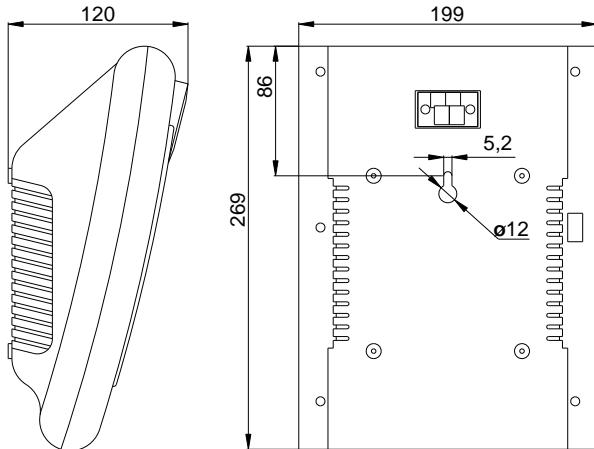

Рис.1 Внешний вид и габаритные размеры корпуса оповещателя
Габаритные размеры, мм	см.рисунок 1
- согласно установочным размерам (см. рисунок 1) просверлить в стене отверстие, вставить в него дюбель и вкрутить шурп;